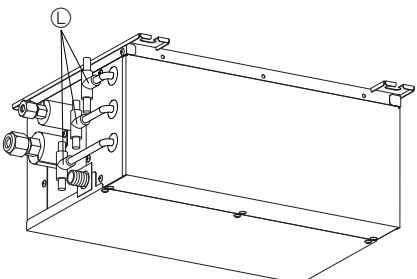

Fig. 9-7
► Pour partager les câbles de chaque bloc raccordement en 2 embranchements en dehors du boîte de dérivation, utilisez les conduits de câblage à 2 embranchements Ⓛ. (Fig. 9-7)